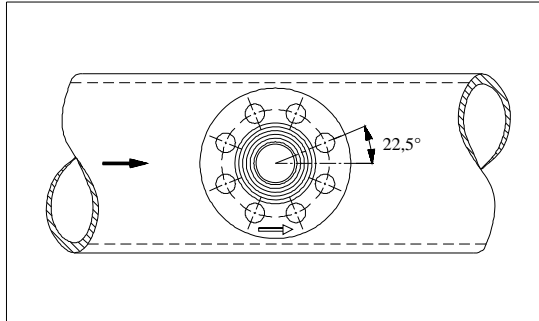

Abb. 11
Bei Einschweißstutzen mit Flanschen die acht Schraubenlöcher aufweisen, ist dieser so anzuschweißen, daß die Schraubenlöcher des Flansches mit der Achse der Rohrleitung einen Winkel von  $22,5^\circ$  bilden (siehe Abb. 11).
14. Stellen Sie sicher, daß die Wirkdruck-Ventile {8} vollständig geschlossen sind (Abb.11).